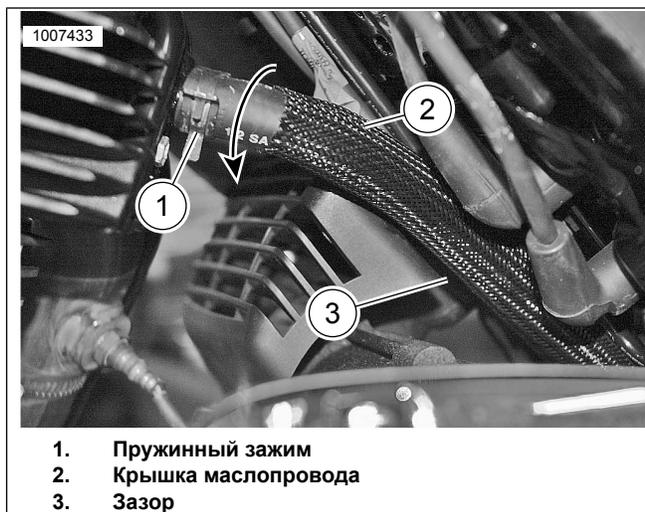

Рисунок 3. Крышка заднего маслопровода
- См. Рисунок 3. При необходимости переставьте провод(а) свечи зажигания.
- Отпустите пружинный хомут верхнего шланга маслопровода (1) и снимите с головки только верхний шланг маслопровода.
- Снимите пружинный хомут шланга маслопровода (1) со шланга.
- Установите крышку на задний шланг маслопровода (2). Установите крышку 25,4 mm (1 in) от верхнего пружинного хомута на шланге заднего маслопровода.
- Ослабив пружинный хомут, поверните шланг так, чтобы обеспечить максимальный зазор между корпусом вентилятора и крышкой шланга маслопровода (3).